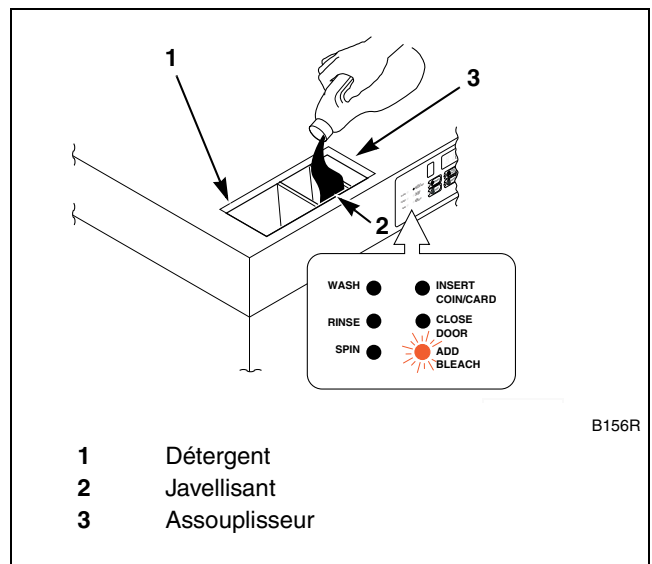

Figure 15
10. Verser de l'eau de javel dans le compartiment 2 lorsque le voyant ADD BLEACH (ajouter eau de javel) est allumé. Se reporter à la *Figure 15*.